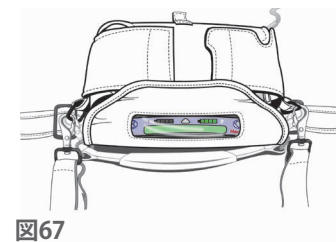

図67
6. a) キャリーケースのトップフラップを閉じて、中身が固定されていることを確認します(図67)。